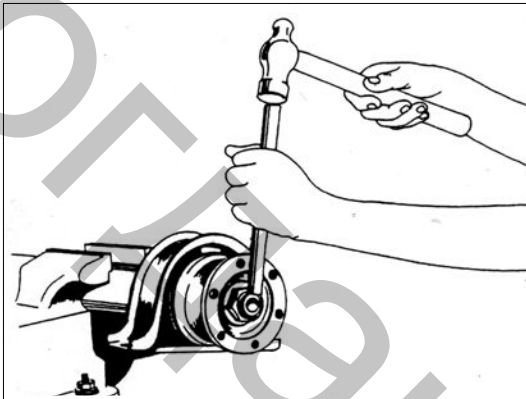

РИС. 263
- 14) Застопорите гайку крепления соединительного фланца (см. рис. 263).